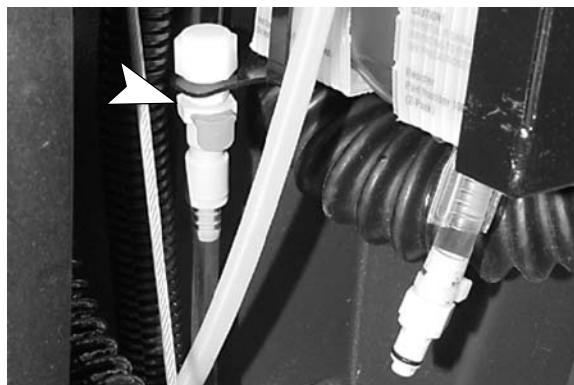

FIG. 12
- Lorsque vous n'utilisez pas le tuyau d'alimentation, veillez à le brancher sur le bouchon de stockage (Figure 12). Ceci permet d'éviter que le système de solution FaST sèche et obstrue le tuyau d'alimentation.